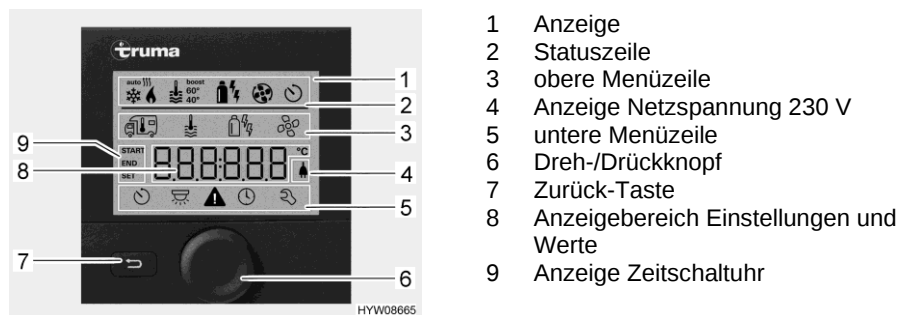

Bild 78 Bedieneinheit mit Anzeigen
- Statuszeile (Bild 78,2)
- obere Menüzeile (Bild 78,3)
- Anzeigebereich (Bild 78,8)
- untere Menüzeile (Bild 78,5)
- Dreh-/Drückknopf (Bild 78,6) ca. 3 Sekunden lang drücken. Die beiden Menüzeilen (Bild 78,3 und Bild 78,5) werden angezeigt. Das erste Symbol blinkt.
- Dreh-/Drückknopf (Bild 78,6) drehen, bis das gewünschte Menüsymbol blinkt.
- Dreh-/Drückknopf drücken, um den eingestellten Wert zu speichern. Wenn der ursprünglich eingestellte Wert doch nicht verändert werden soll: Zurück-Taste (Bild 78,7) drücken.
- Dreh-/Drückknopf (Bild 78,6) drehen, bis Menüsymbol Heizung (Bild 79,1) blinkt.
- Dreh-/Drückknopf drücken, um den eingestellten Wert zu speichern. Das Symbol in der Statuszeile (Bild 78,2) blinkt, bis die eingestellte Raumtemperatur erreicht ist. Wenn der ursprünglich eingestellte Wert doch nicht verändert werden soll: Zurück-Taste (Bild 78,7) drücken.
- Dreh-/Drückknopf (Bild 78,6) drehen, bis Menüsymbol Warmwasser (Bild 79,2) blinkt.
- Dreh-/Drückknopf drücken, um den eingestellten Wert zu speichern. Das Symbol in der Statuszeile (Bild 78,2) blinkt, bis die eingestellte Warmwassertemperatur erreicht ist. Wenn der ursprünglich eingestellte Wert doch nicht verändert werden soll: Zurück-Taste (Bild 78,7) drücken.
- Dreh-/Drückknopf (Bild 78,6) drehen, bis Menüsymbol Betriebsart (Bild 79,3) blinkt.
- Dreh-/Drückknopf drücken, um die eingestellte Betriebsart zu speichern. Wenn die ursprüngliche Einstellung doch nicht verändert werden soll: Zurück-Taste (Bild 78,7) drücken.
- Dreh-/Drückknopf (Bild 78,6) drehen, bis Menüsymbol Gebläse (Bild 79,4) blinkt.
- Dreh-/Drückknopf (Bild 78,6) drehen, bis Menüsymbol Zeitschaltuhr (Bild 79,9) blinkt.